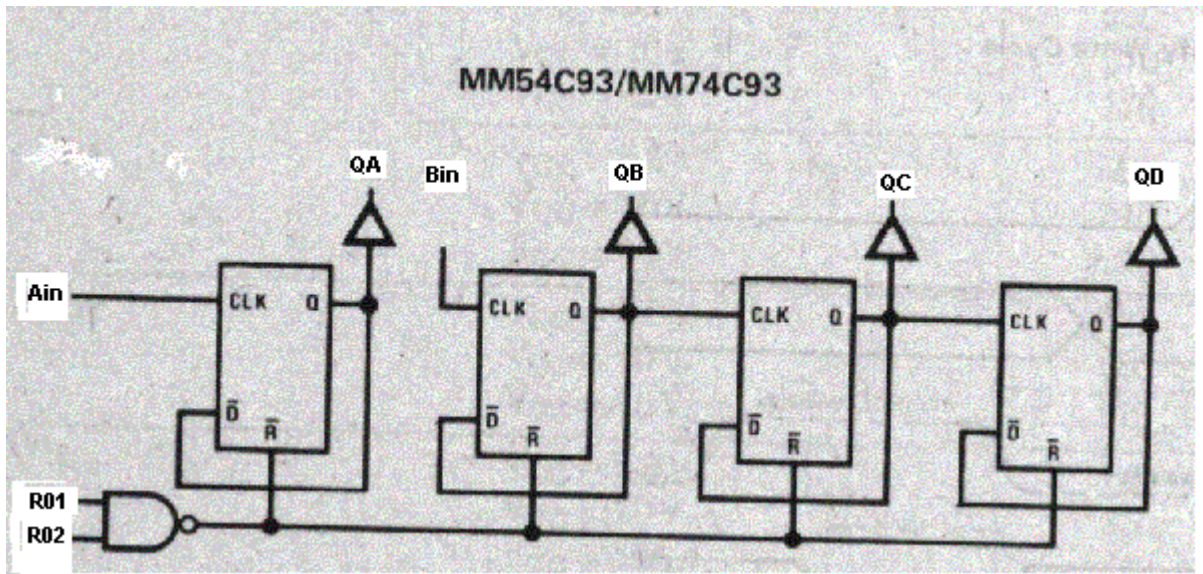

Fig.4
N.B il pin 8 deve essere collegato al 13(QA con Bin) poiché il primo F.F. è scollegato dal secondo. Vedi Fig.4